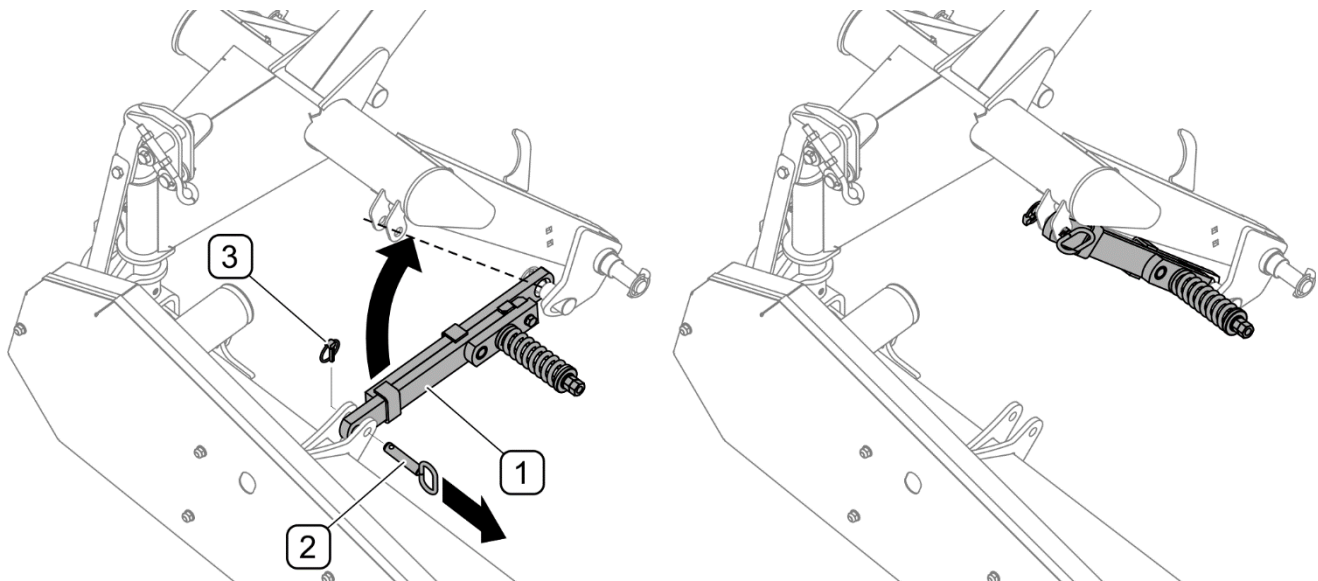

ABBILDUNG 4.5 Herausnehmen der Sicherung
- Entsichern und den Bolzen (2) der Sicherung herausnehmen (ABBILDUNG 4.5),
- Die Sicherung (1) anheben, in die Halterung des Rahmens einlegen und mit dem Bolzen (2) mit Splint sichern (ABBILDUNG 4.5)